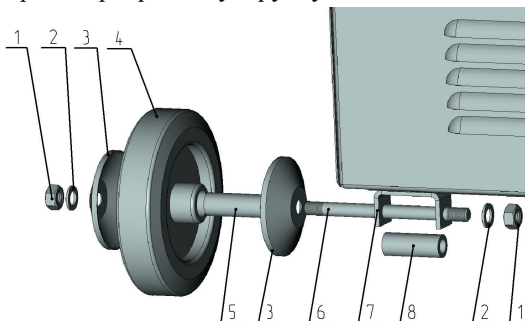

Рис.2 Установка колес
7.3.2.Установите выпрямитель на транспортировочные колеса как указано на рис.2.